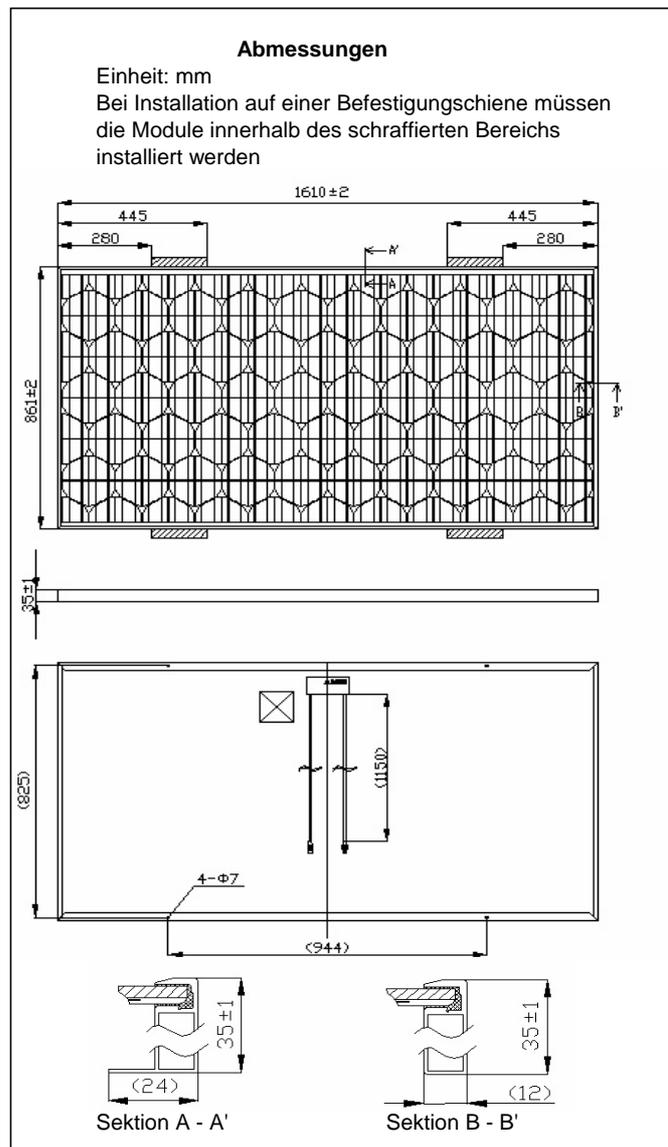

Abbildung 2-1: Abmessungen
- Die Module sollten wie in Abbildung 2-1 gezeigt an vier /4 Stellen befestigt werden. Sie können jedoch (bei einer